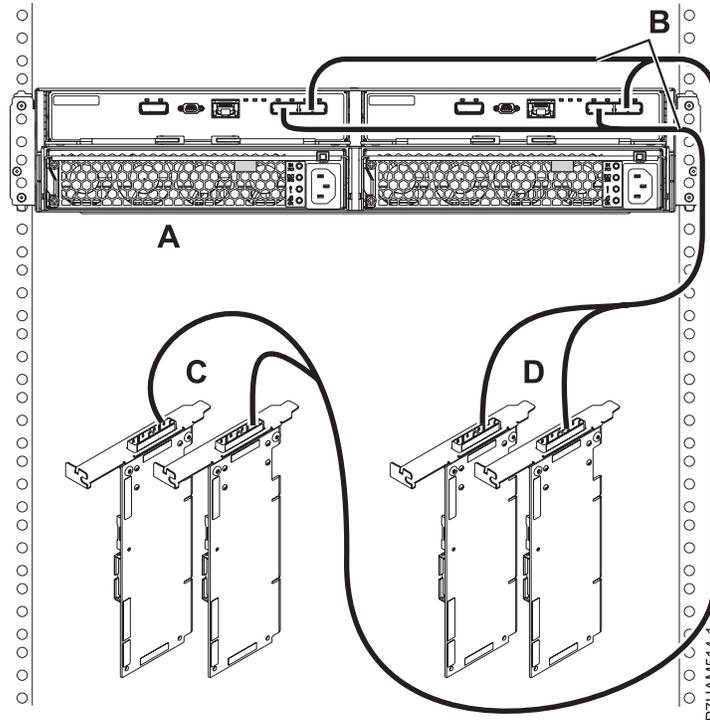

Figure 36. Mode 2 de connexion d'un boîtier d'unité de disque 58/87 via des câbles X à deux paires d'adaptateurs SAS
- p. Effectuez la connexion de mode 2 d'un boîtier d'unité de disque 58/87 (A) via des câbles X (B) à deux paires d'adaptateurs SAS, comme illustré dans la figure 36, à la page 35.
- Chaque adaptateur SAS de la paire 1 (C) peut accéder à l'autre adaptateur, ainsi qu'aux baies d'unité D1 à D12.
- Chaque adaptateur SAS de la paire 2 (D) peut accéder à l'autre adaptateur, ainsi qu'aux baies d'unité D13 à D24.